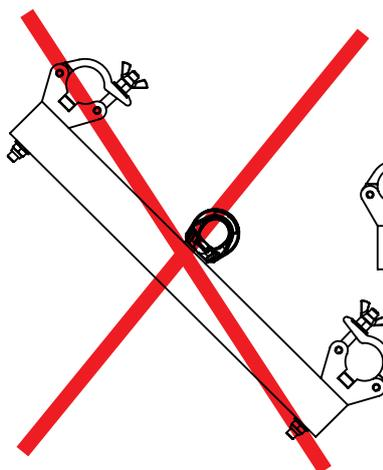

Abbildung 4
- Abbildung 4 Traverse gekippt / Schrägzug